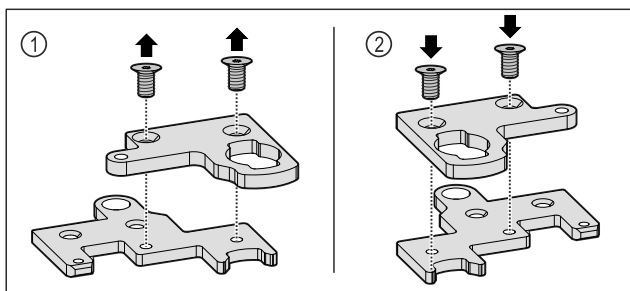

Fig. 35
- Razstavite dvodelni kotnik tečaja na dele. Fig. 35 (1)
- Dvodelni kotnik tečaja znova vgradite obrnjenega za 180°. Fig. 35 (2)